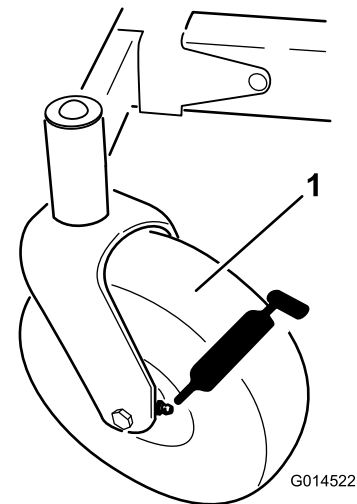
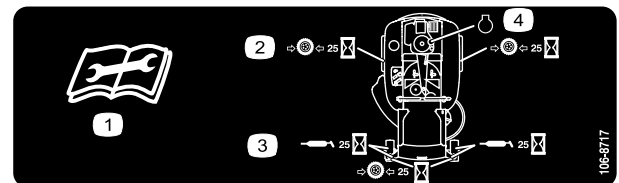

Figura 32
Figura 33
3. Pulite i raccordi d'ingrassaggio (Figura 32 e Figura 33) con un cencio, e togliete eventuali tracce di vernice davanti ai raccordi.
4. Collegate un ingrassatore a pressione a ciascun ingrassatore (Figura 32 e Figura 33). Pompate del